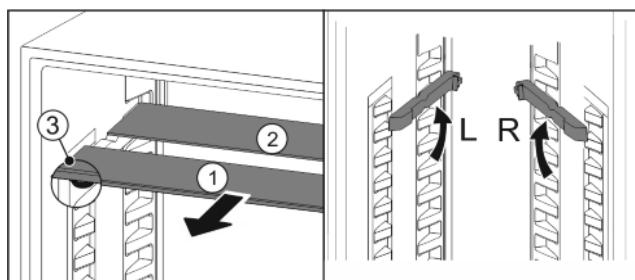

Fig. 20
- Vytiahnite sklené dosky jednotlivo dopredu Fig. 20 (1).
- Sklená doska Fig. 20 (1) so zarážkami proti vytiahnutiu leží vpred.
- ▷ Zarážky ukazujú nadol Fig. 20 (3).